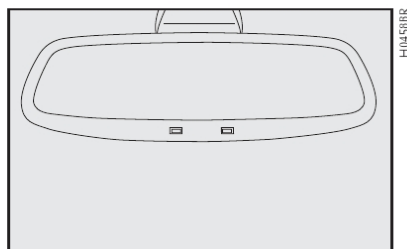

fig. 19
**ESPELHO RETROVISOR INTERNO ELETROCRÔMICO - fig. 19**